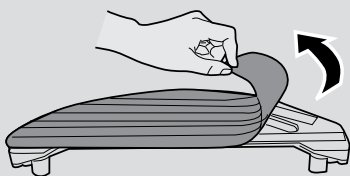

Fig. 13
1. Remova o pano de esfregar da parte inferior do tanque de água. [Fig. 13]